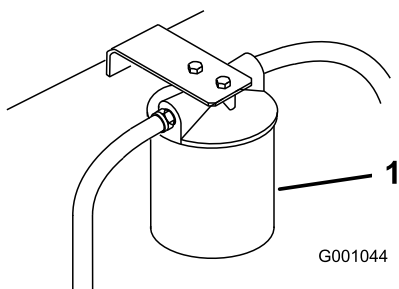

Figura 98
3. Collocate una bacinella di spurgo sotto il filtro, toglieete il filtro usato e pulite la guarnizione di riduzione del filtro (Figura 98).